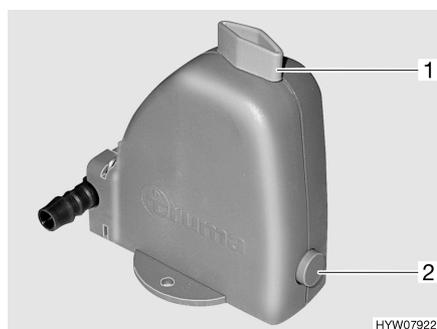

Bild 68 Sicherheits-/Ablassventil
Die Heizung ist mit einem Sicherheits-/Ablassventil (Bild 68) ausgestattet. Das Sicherheits-/Ablassventil verhindert, dass Wasser für die Warmwasser-Bereitung einfriert, wenn bei Frost die Heizung nicht eingeschaltet ist.
- Sicherheits-/Ablassventil schließen. Dazu den Drehknopf (Bild 68,1) quer zum Sicherheits-/Ablassventil drehen und den Druckknopf (Bild 68,2) hineindrücken.
- Sicherheits-/Ablassventil öffnen. Dazu den Drehknopf (Bild 68,1) längs zum Sicherheits-/Ablassventil drehen. Der Druckknopf (Bild 68,2) springt heraus. Der Brauchwasser-Behälter wird über das Sicherheits-/Ablassventil nach außen entleert.